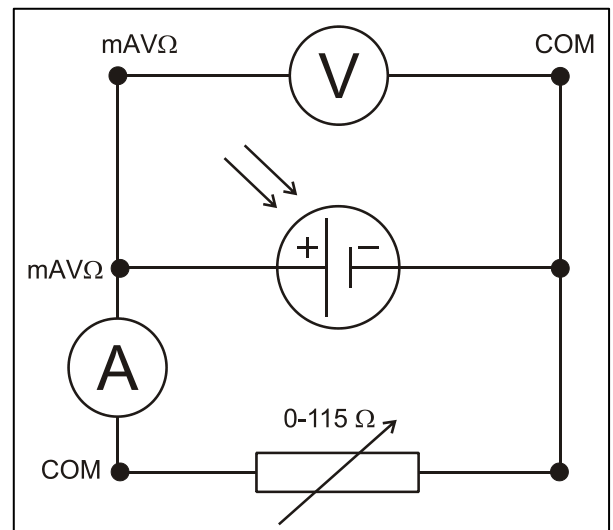

Figure 3.7: diagramme du circuit avec une résistance variable (potentiomètre) et multimètres
- Laissez la cellule solaire en place (à environ 35 cm de la lampe) et montez le circuit comme indiqué dans la figure 3.7. Utilisez le potentiomètre à résistances variables.
En pratique, dans un module solaire, les cellules sont assemblées en série et en parallèle. Le circuit que vous allez utiliser est celui de la figure 3.7, que ce soit pour une cellule simple ou deux cellules combinées.